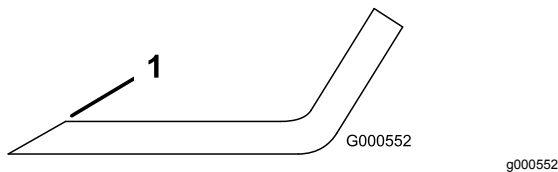

Figure 57
1. Au moyen d'une lime, aiguisez les tranchants aux deux extrémités de la lame (Figure 57).
Remarque: Si la lame est déséquilibrée, limez un peu l'extrémité de l'aillette seulement (Figure 57).